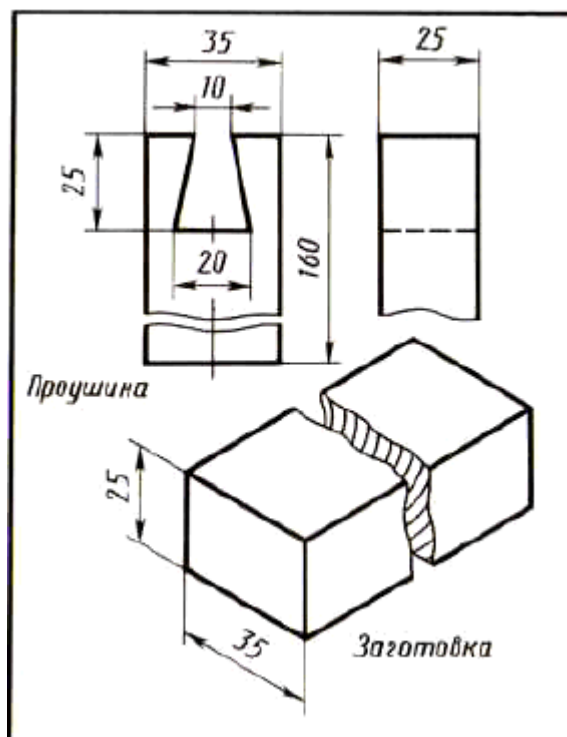

Рис. 157. Задание к графической работе № 10
2. Дана заготовка детали «шип» (рис. 157). Выполните эскиз (в необходимом количестве видов) шипа, который с данной проушиной образует угловое соединение.